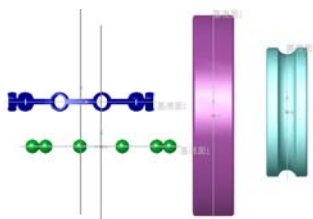

图 8-55 载入零部件后的装配体
**①** 在打开的 [开始装配体] 对话框中单击 [浏览] 按钮，在打开的 [打开] 对话框中找到零件 [outcircle.sldprt] 将其打开。
**②** 将零件 outcircle.sldprt 插入到装配体中，当鼠标指针变为形状时，释放鼠标。使轴承外圈的基准面和装配体基准面重合。
**③** 将轴承内圈 incircle.sldprt、保持架 frame.sldprt 和滚动体 sub-bearing.sldasm 插入到装配体中。为了便于零部件的区别，对它们应用不同的颜色，如图 8-55 所示。